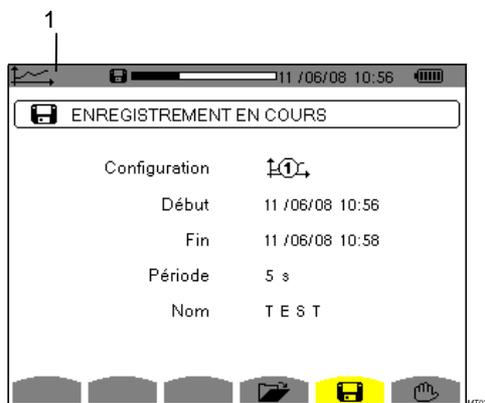

Figure 70 : l'écran d'affichage quand un enregistrement est en cours
- Le message *Enregistrement en attente* s'affiche dans l'attente de l'heure de début et l'icône \mathbb{H} (Figure 70, rep.1) clignote dans la barre d'affichage supérieure de l'écran.